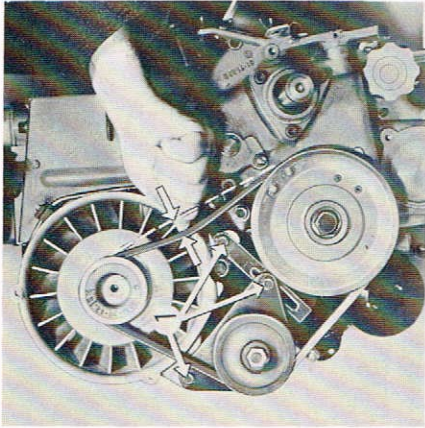

Bild 12: Keilriemen
Alle 300 Betriebsstunden prüfen Sie bitte durch Daumendruck, ob sich der Keilriemen zwischen den Keilriemenscheiben um nicht mehr als ca. 10 - 15 mm eindrücken läßt (Bild 12). Muß der Riemen nachgespannt werden, dann sind die Sechskantschrauben (1) zu lösen.